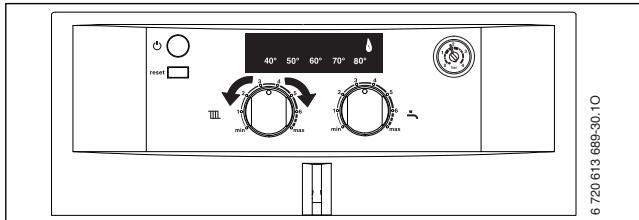

Рис. 30
- Отвернуть уплотнительный винт измерительного штуцера давления перед форсунками (1) (→ стр. 22) и подсоединить U-образный манометр.
- Установить регулятор температуры горячей воды в среднее положение (→ рис. 30).